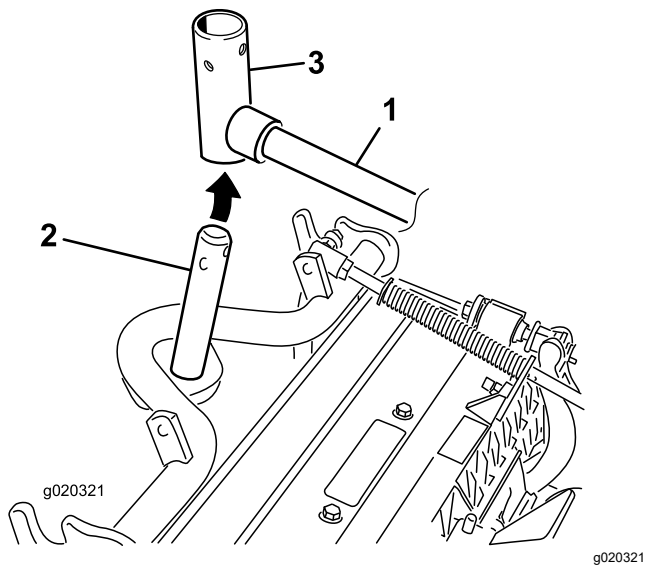

図 10
10. フロントに取り付けるカッティングユニットは、昇降アームの下に入れるときにキャリアフレームのシャフトを昇降アームのピボットヨークに挿入する 図 10。
- B. 昇降アームのヨークをキャリアフレームのシャフトに通す 図 10。